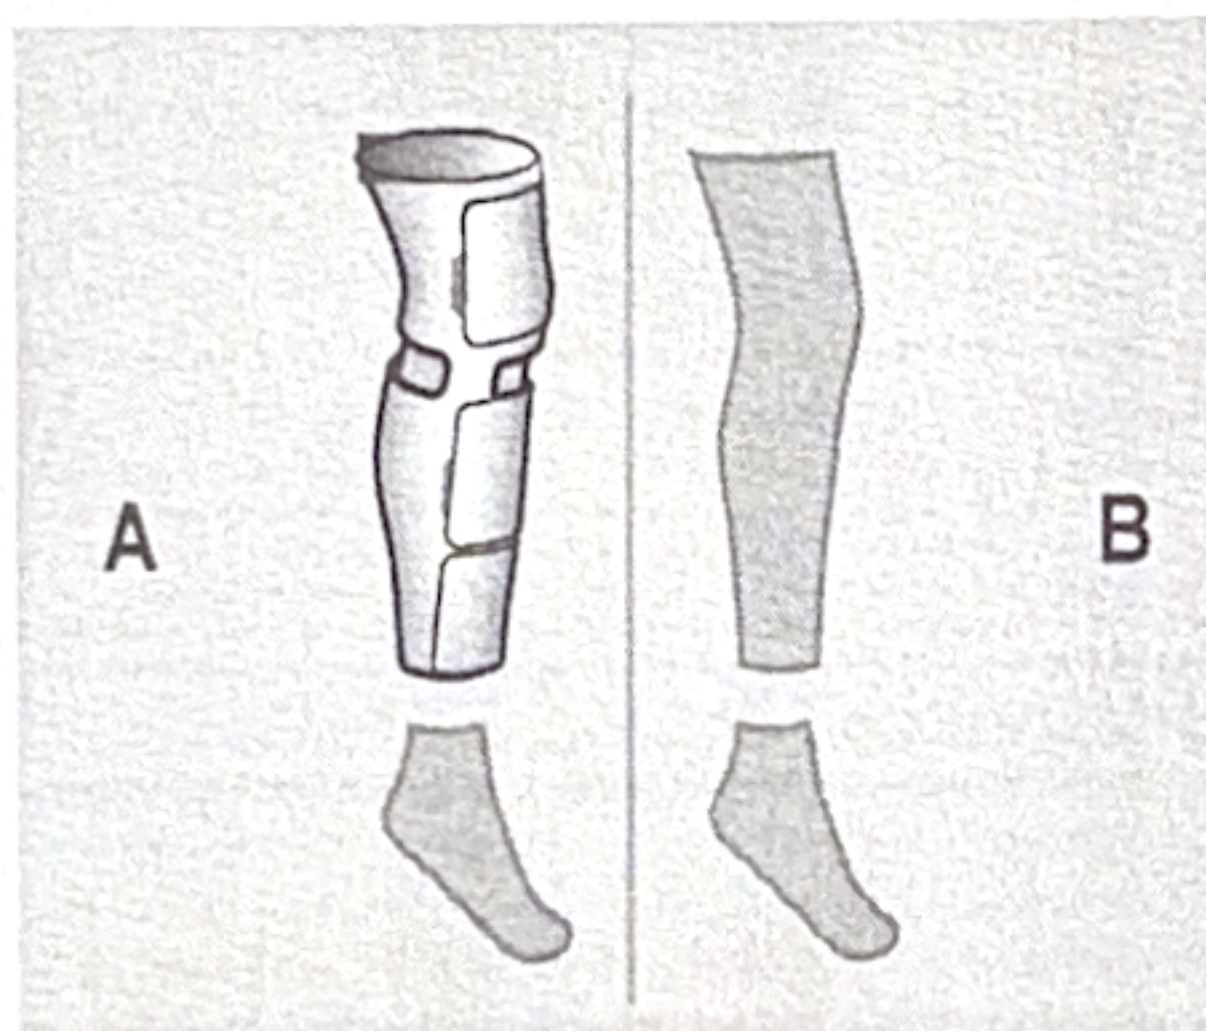

РИСУНОК 2
- Если только один порт контроллера подключен к компрессионной шине для компрессии одной конечности, то выбранная пользователем (или установленная по умолчанию) конфигурация (нога или стопа) открытого порта игнорируется и оба изображения, ноги и стопы, будут затенены, как в приведенном ниже примере (РИСУНОК 2).